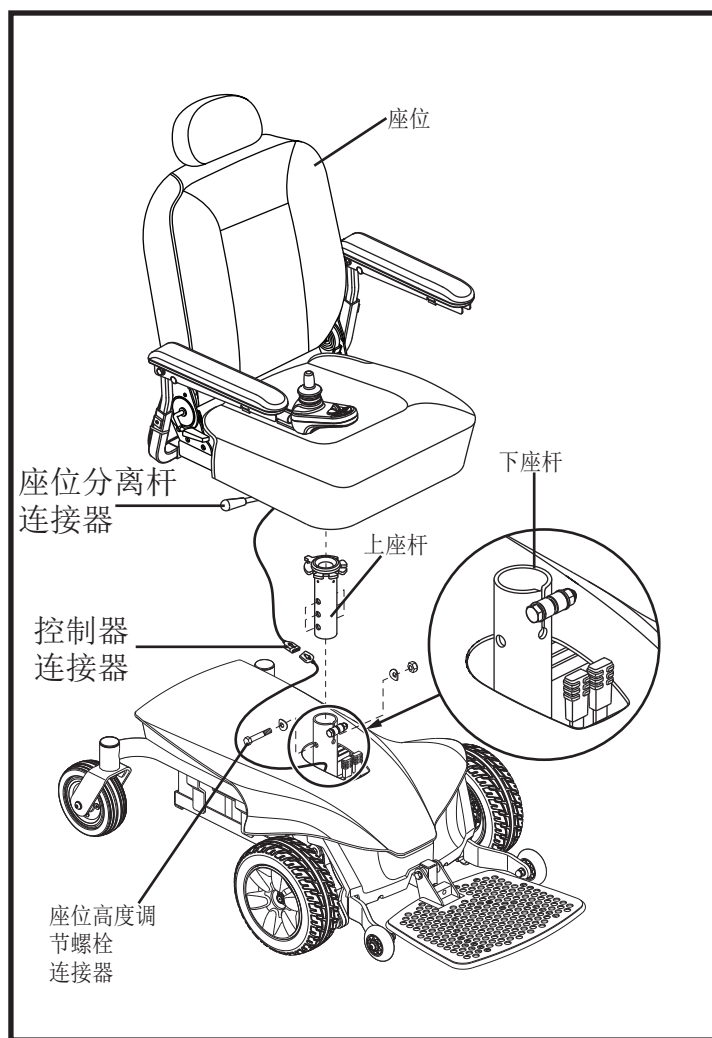

图8 座位高度调整
3. 从动力底座断开控制器连接器。见图8。
4. 解开座位分离杆。见图8。
5. 松开座杆后面的硬件。见图8。
6. 从座杆上取下座位高度调整螺栓、垫圈和螺母。见图8。